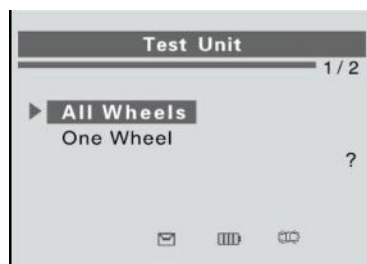

Рисунок 2-13
- 2) В меню **Test Unit [Тип проверки]** с помощью **кнопок прокрутки вверх/вниз** выберите пункт **All Wheels [Все колеса]** или **One Wheel [Одно колесо]**, чтобы проверить датчики давления в шинах. См. рисунок 2-13.